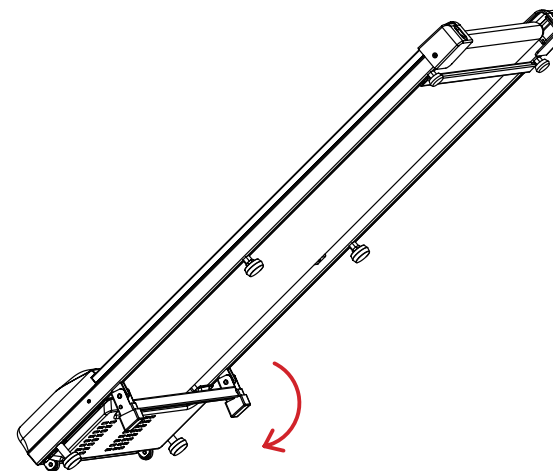

Figure 1
3. Réglage de l'inclinaison: Soulevez le tapis de course par l'arrière et poussez le Support de Réglage dans la direction de la flèche de la Figure 1 pour augmenter l'inclinaison. Ensuite, faites pivoter le patin central vers le bas jusqu'à ce qu'il soit en contact avec le sol pour maintenir l'équilibre, comme montré dans la Figure 2.